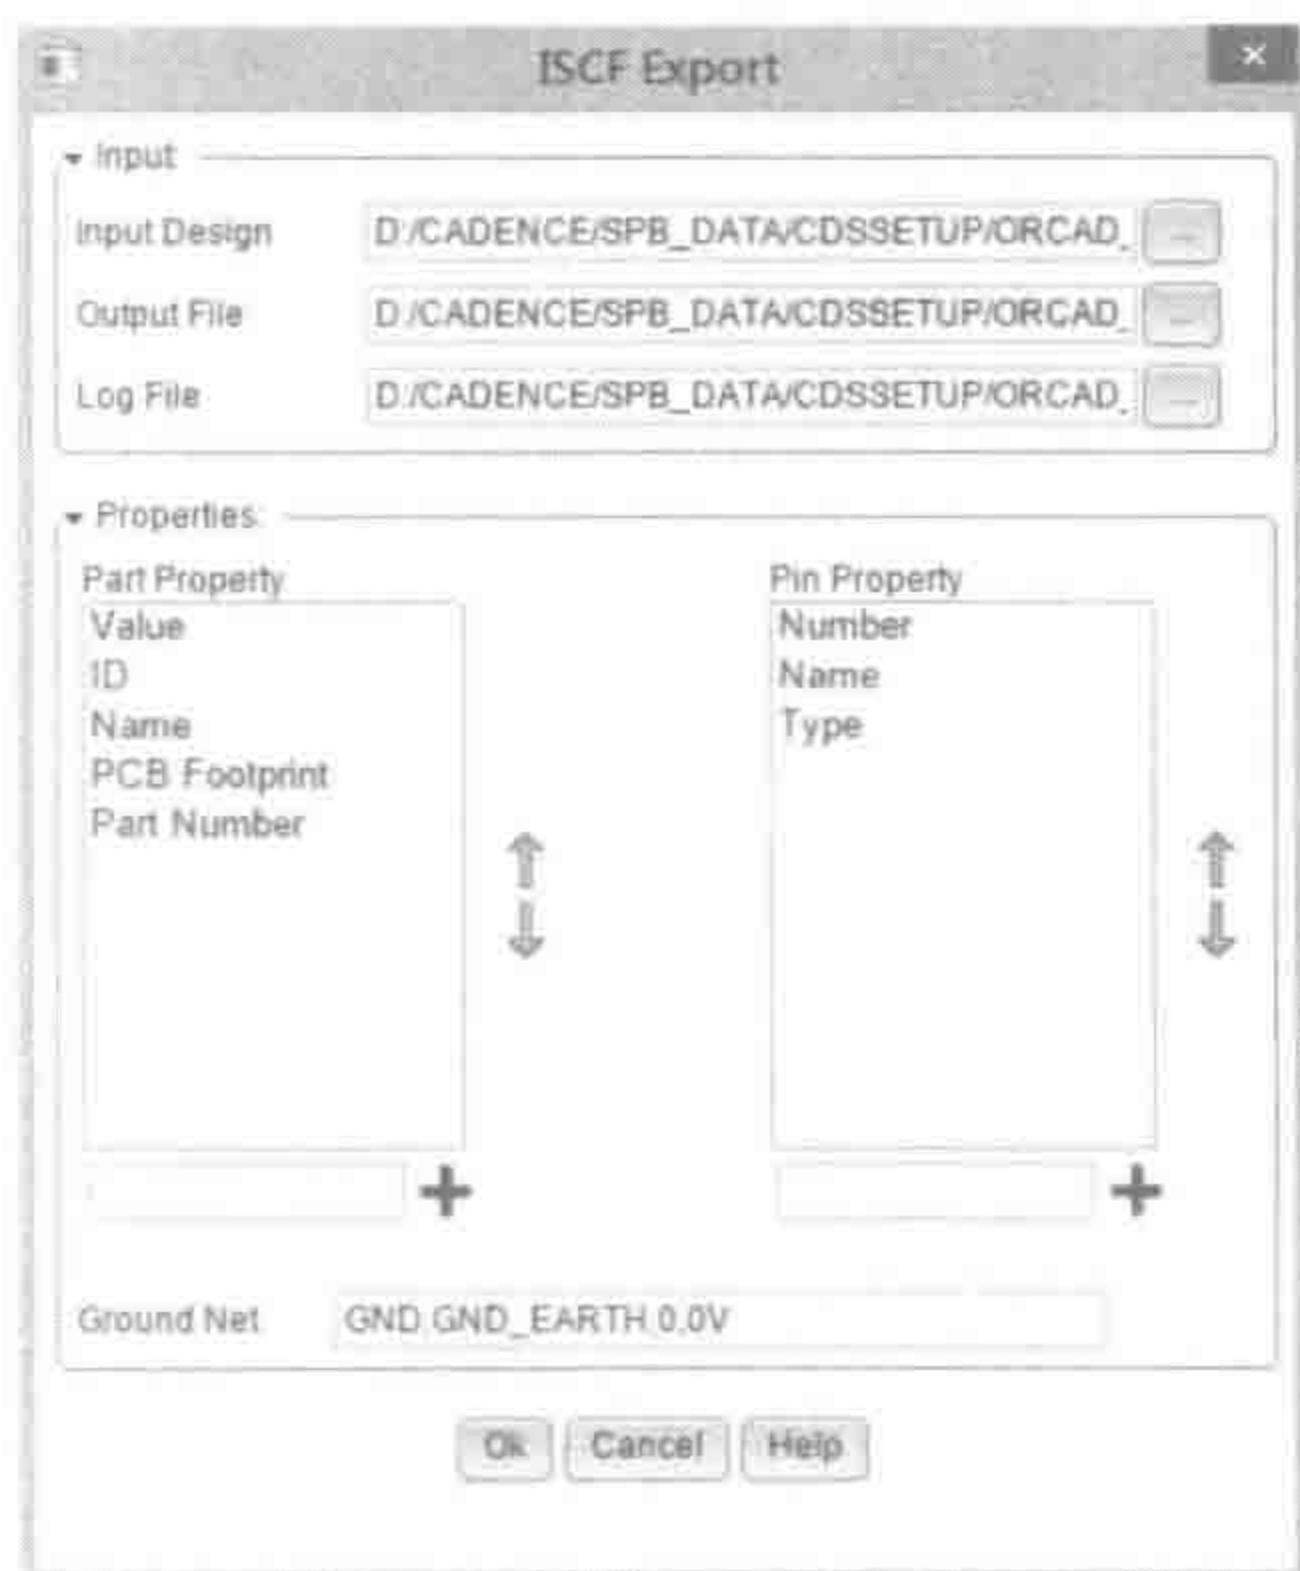

图 1-4-6 “ISCF Export”界面
6) Intel Schematic Export Format (ISCF) 格式输出 OrCAD Capture 可以使用命令“File”→“Export”→“ISCF”将电路图零件、Pin 脚属性和接地信号输出为 Intel Schematic Export Format (ISCF) 格式，此格式可以通过用户接口设定零件或零件 Pin 脚属性的输出。输出后这些设定将被存档于 Capture.ini 档案中以便于下次使用，不需要重新设定，如图 1-4-6 所示。